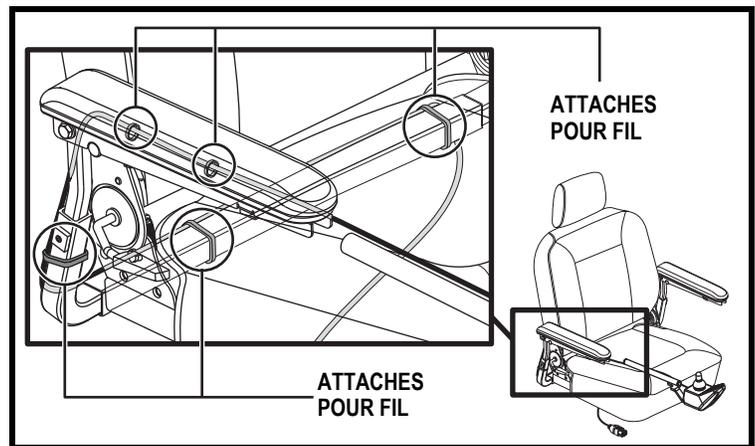

Figure 7. Câble sécurisé
4. Installez le contrôleur et passez le câble vers l'arrière de la base motorisée. **Voir la figure 7.**
6. Fixez le câble du contrôleur sous l'accoudoir avec des attaches pour fil. **Voir la figure 7.**